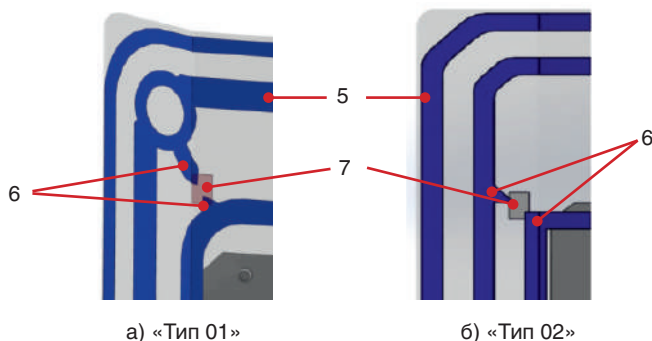

Рис. 2
Изделие исполнения «Тип 02» имеет собственное встроенное электрошоковое устройство (далее по тексту «рукоятка-шокер») (рис.2).
1.3.2 На внешней стороне корпуса изделия размещены («Тип 01» - рис. 2а, «Тип 02» - рис. 2б):
- токопроводящая фольга (5) с электродами (6);
- стекло (7), расположенное между электродами для дополнительной изоляции;